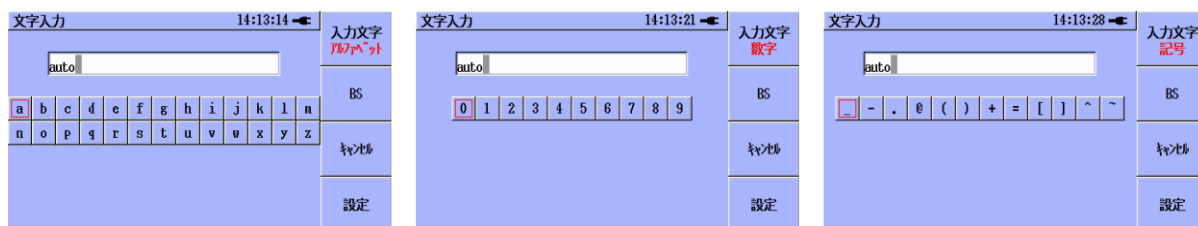

図 3.2-1 入力文字の遷移
1. **F1** を押すごとに入力できる文字の種類が、図 3.2-1 のようにアルファベット、数字、記号に切り替わります。**F1** を押して、入力したい文字の種類を選択します。**F1** の表示内容が、現在選択されている文字の種類です。
3. **Set** を押すと文字が入力されます。文字を削除する場合は **F2** (BS) を押します。